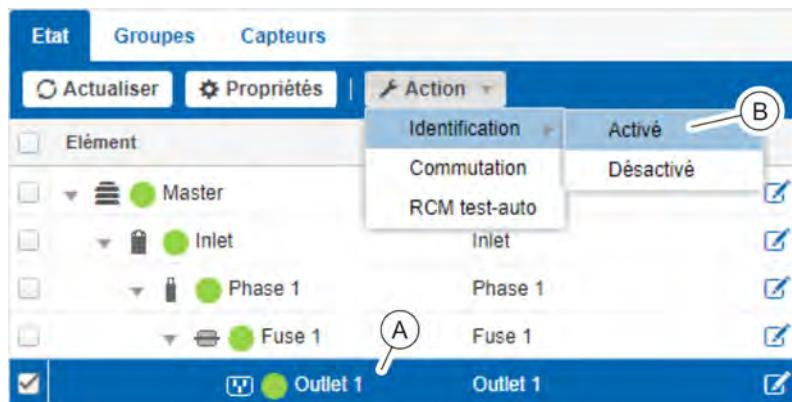

Fig. 105 : Menu « État » – Onglet « État »
2. ➔ Dans l'onglet « État », sélectionner la prise ou le groupe de prises souhaité (Fig. 105 /Ⓐ).
3. ➔ Appuyer sur « Action → Identification → Activé » (Fig. 105 /Ⓑ) pour activer l'identification de la prise sélectionnée ou du groupe de prises sélectionné.
4. ➔ Appuyer sur « Action → Identification → Désactivé » (Fig. 105 /Ⓑ) pour désactiver l'identification de la prise sélectionnée ou du groupe de prises sélectionné.